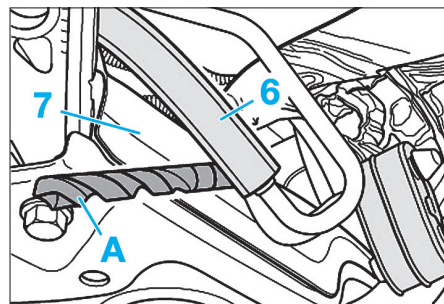

FIG. 23
- S'assurer que la conduite sous pression ne prenne appui ni sur la carrosserie ni sur le berceau (7) (Fig.23).